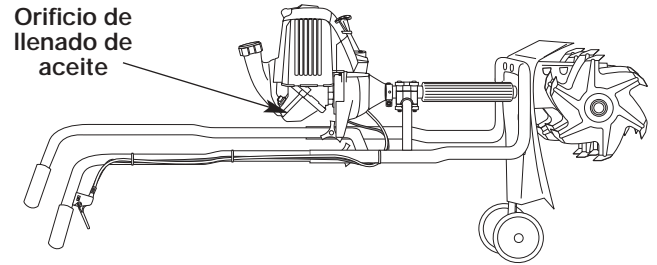

Fig. 6
2. Coloque la unidad sobre una superficie plana con el cultivador en posición horizontal (Fig. 6)